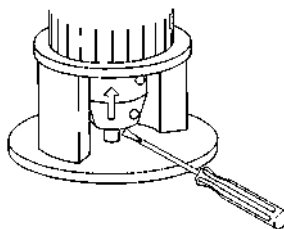

Abb. 16 Anheben der Kupplung und der Pumpenwelle
3. Heben Sie die Kupplung und die Pumpenwelle so weit wie möglich mit einem Schraubendreher oder einem ähnlichen Werkzeug an (Richtung Motor), sodass sich die Pumpe und die Motorwellen berühren. Siehe Abb. 16.